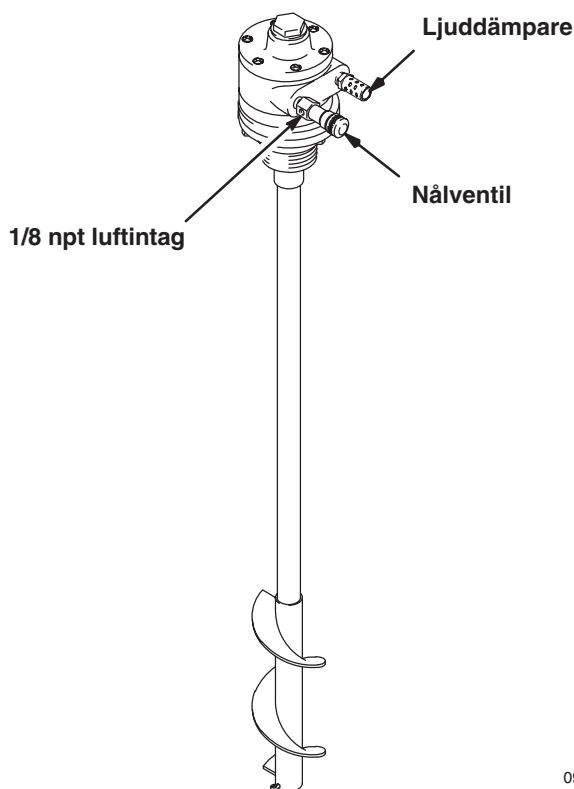

Fig. 1
2. Rikta luftmotorn så att tryckluften enkelt kan kopplas in på nålventilens 1/8 npt-anslutning, utan att hamna i vägen för andra systemkomponenter. Se Fig. 1.
**OBSERVERA:** Omrörarens rotationsriktning kan växlas genom att byta plats på ljuddämpare och nålventil. Se Fig. 1.